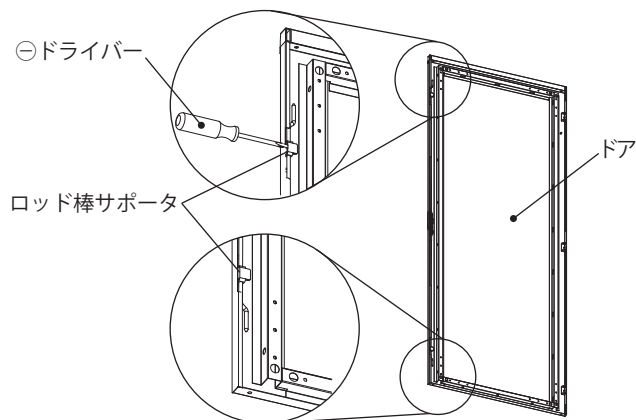

図 5
4. ⊖ドライバーなどを利用し、上下のロッド棒サポータを取り外してください。(図 5)